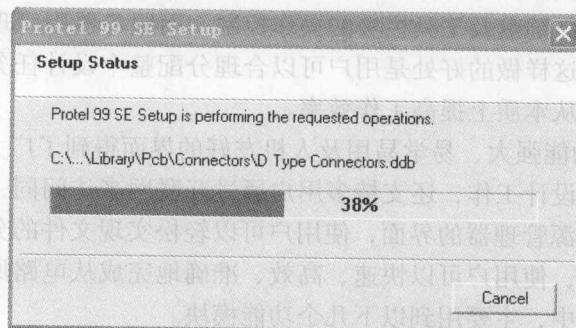

图 1-10 安装进度显示
(10) 单击“Next”按钮，出现如图 1-10 所示的安装进度界面，根据用户软硬件配置不同，需要等待一段时间，若想退出安装，单击“Cancel”按钮即可。安装结束出现如图